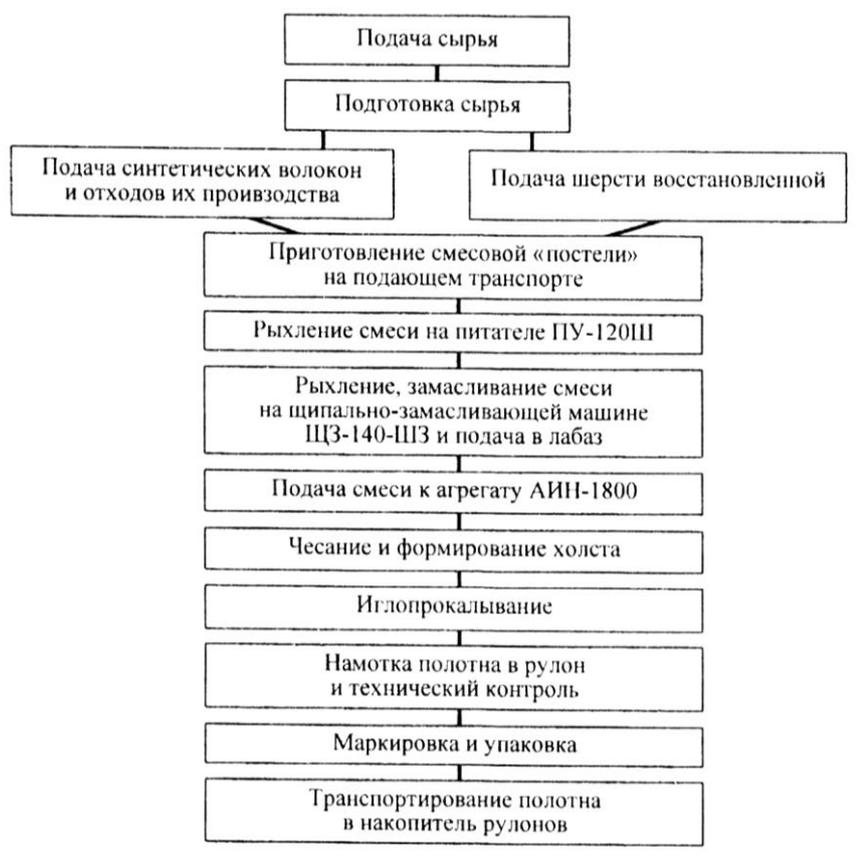

Рис. 4. Схема технологического процесса изготовления полотна нетканого иглопробивного для теплоизоляции
1. Проанализируйте схемы производства нетканых полотен и применяемое оборудование. Схема технологического процесса изготовления полотна нетканого иглопробивного для теплоизоляции представлена на рис. 4.